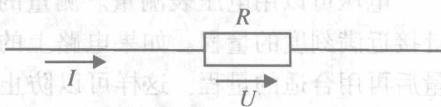

图 1.1.6 欧姆定律
1. 欧姆定律 欧姆定律如图 1.1.6 所示。导体两端有电压，导体中就有电流。导体中电流跟导体两端所加的电压和导体的电阻的关系，可用